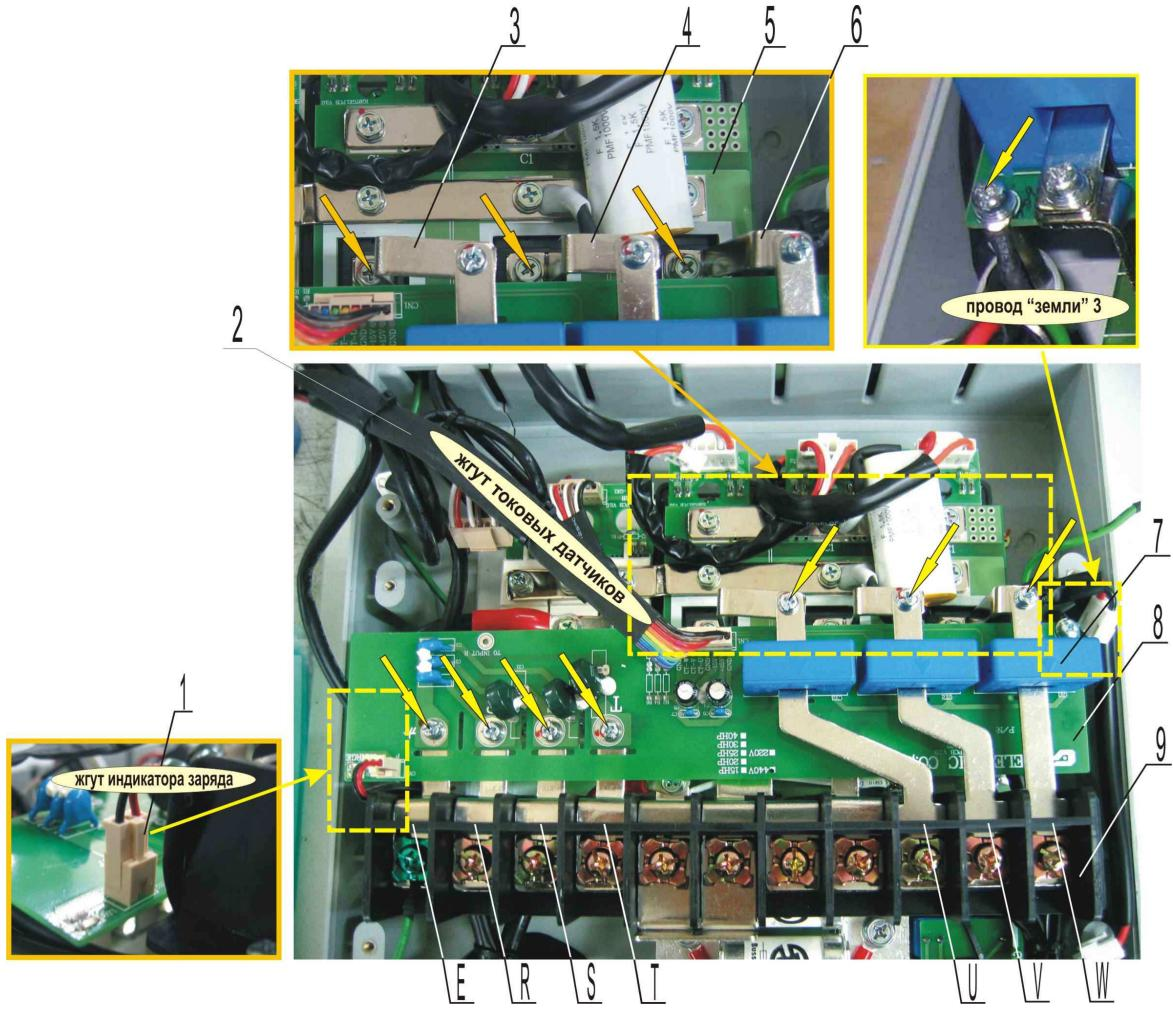

Рис. 7.21
- 7.11.1. Взять плату варисторов (табл.4.1, поз.4; рис.7.21, поз.8), установить ее на шины клеммной колодки, пропустив шины U, V и W через датчики тока (рис.7.21).
- 7.11.2. Вкрутить, не затягивая, винт крепления провода заземления к плате варисторов (рис.7.21).
- 7.11.3. Вкрутить, не затягивая, четыре винта крепления платы варисторов 8 к шинам Е, R, S и T (рис.7.21).
- 7.11.4. Взять выходные шины U, V и W (табл.1.4, поз.17; рис. 7.21, поз.3, 4 и 6), прикрутить, не затягивая, тремя винтами M5x12 к контактам модулей IGBT (рис. 7.12).
- 7.11.7. Взять жгут токовых датчиков (Табл.4.1, поз.26; рис. 7.21, поз.2), соединить разъем жгута с разъемом CN1 платы варисторов (рис.7.21).
- 7.11.8. Соединить разъем жгута индикатора заряда 1 с разъемом CN2 на плате варисторов (рис. 7.21).